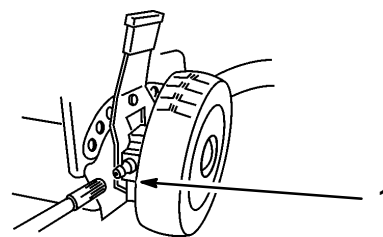

Figure 26
1. Essuyer les graisseurs des réglages de hauteur de coupe arrière (Fig. 26) avec un chiffon propre.